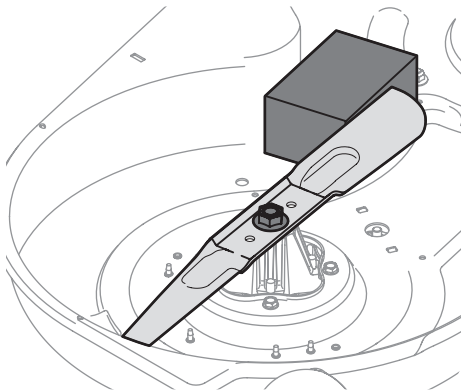

Figura 4-6
2. Coloque un bloque de madera entre el deflector del alojamiento de la plataforma y la cuchilla de corte para que actúe como estabilizador. Vea la Figura 4-6.